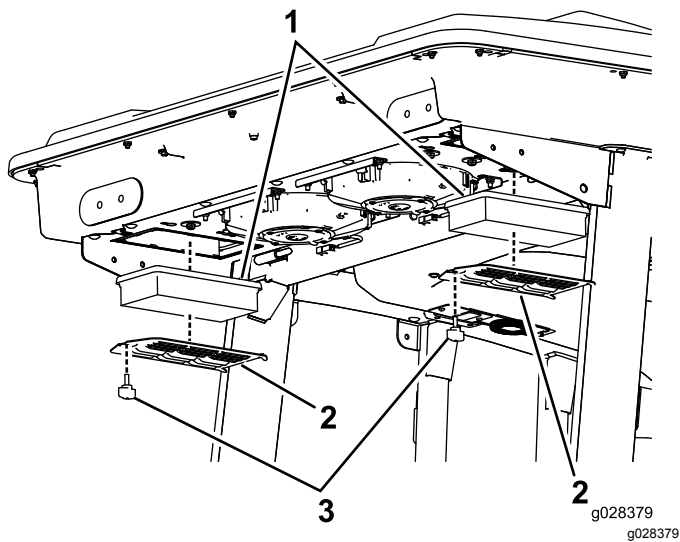
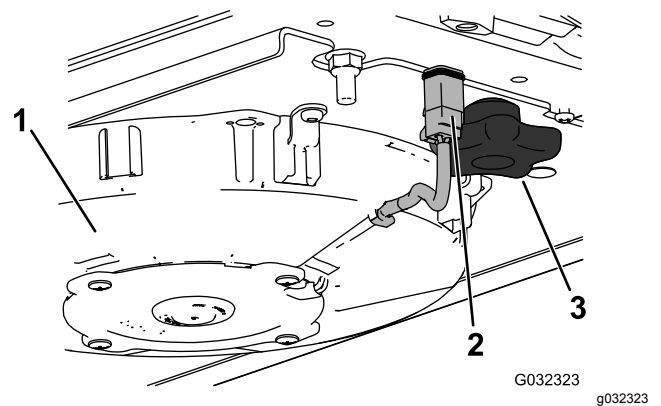
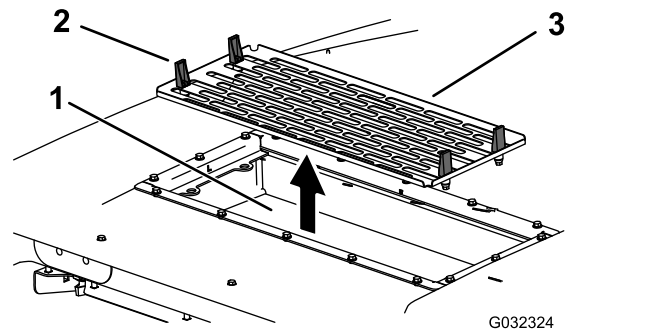

Figure 114
Figure 115
Figure 116
1. Retirez les vis et les grilles des filtres à air intérieur et arrière de la cabine (Figure 113 et Figure 114).
- Déposez les filtres à air (voir Figure 114).
- Reposez les filtres à air, la grille et le ventilateur (Figure 114, Figure 115 et Figure 116).
- Rebranchez le câble de chaque ventilateur (Figure 115).